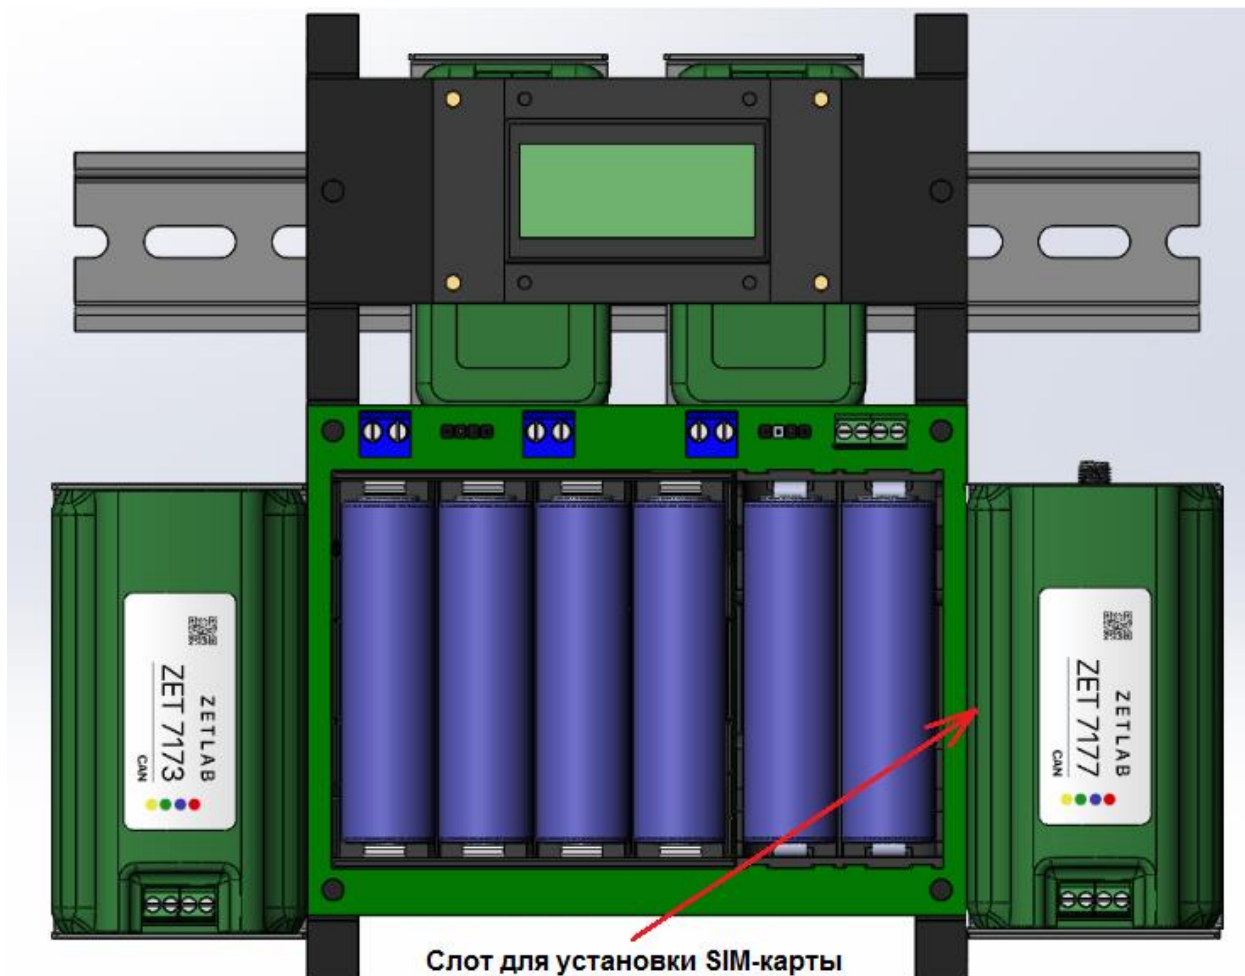

Рис. 2.2 Расположение преобразователя ZET 7177 внутри регистратора
2. Аккуратно вытащить преобразователь интерфейса ZET 7177 из установочной панели, не подвергая натяжению подключенные к нему провода. Вставить приобретенную SIM-карту в специальный слот, расположенный в корпусе ZET 7177 (Рис. 2.2).